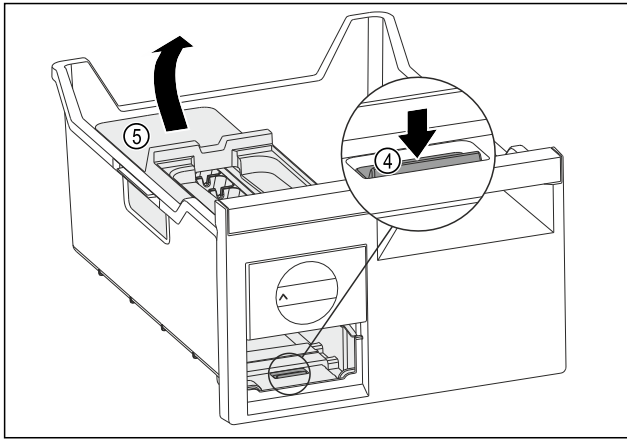

Fig. 121
- ▶ EasyTwist-Ice-Korpus entnehmen: Lasche Fig. 121 (4) mit Finger nach unten drücken und gleichzeitig mit der anderen Hand den EasyTwist-Ice-Korpus Fig. 121 (5) von hinten anheben.